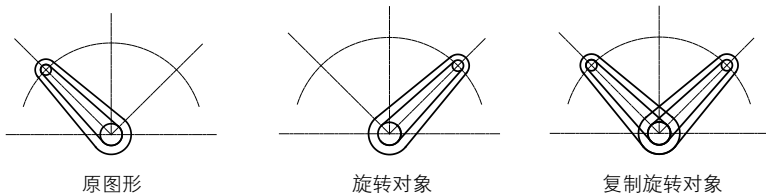

图 3-17 旋转对象
- 复制 (C): 创建要旋转的对象副本, 即选择不删除原对象。
- 参照 (R): 通过指定相对角度的方式来旋转对象, 该方式适用于已知图形旋转后经过某点的情况, 如图 3-17 所示。在命令行提示下输入 R 并回车, 命令行提示如下: